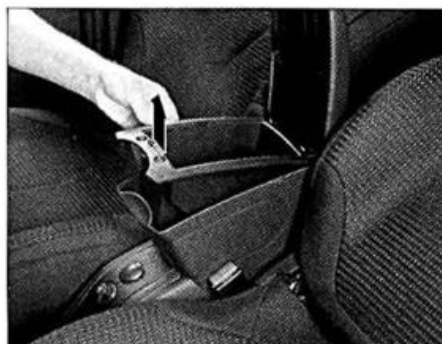

FIG. 28
- Abrir el apoyabrazos y desengrapar su caja (fig. 28).